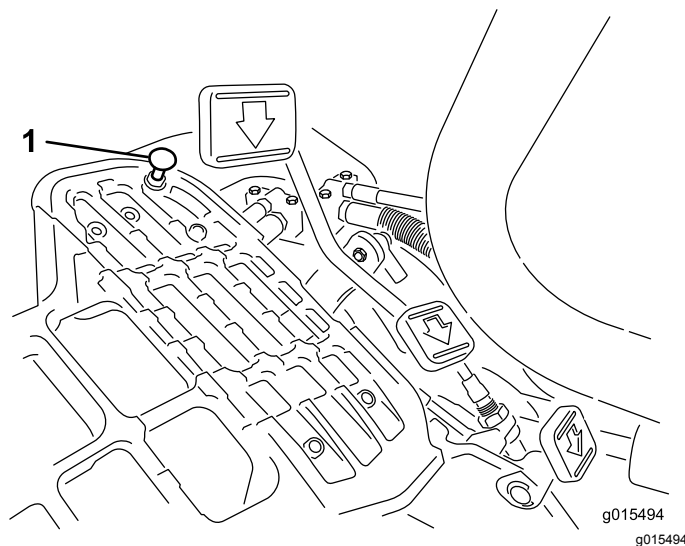

Figura 48
Premete il comando della trazione. Se il pedale tocca il fermo (Figura 48) prima che avvertiate la tensione sul cavo:
1. Allentate i dadi di bloccaggio flangiati che assicurano il fermo del pedale al pianale (Figura 48).